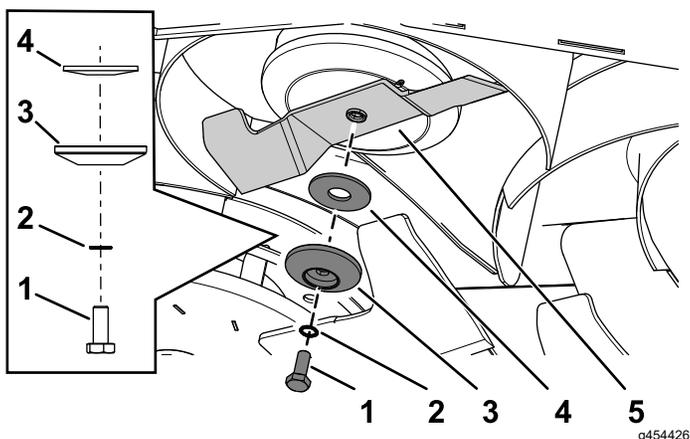

図 110
- 先ほど取り外したブレードボルト、鋸歯ワッシャ、ブレードリテーナ、湾曲ワッシャを使って、ブレードを取り付ける 図 110。